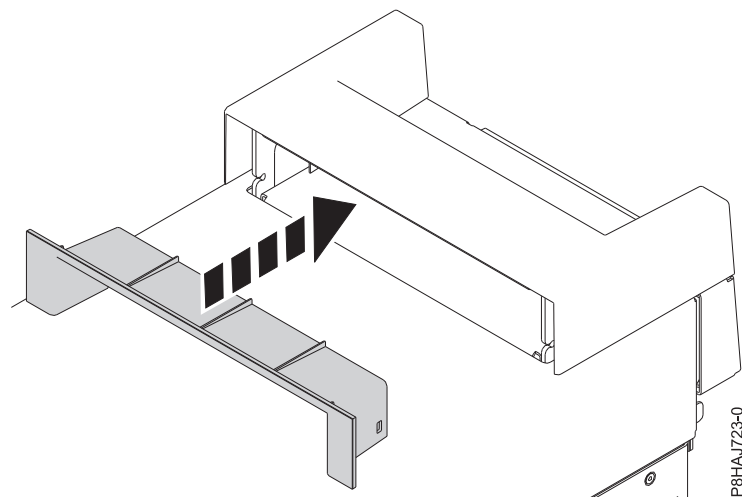

Figura 39. Inserir a peça na tampa da pega num sistema autónomo 8286-41A
2. Insira a peça na tampa da pega ao a empurrar firmemente para a tampa da pega conforme apresentado na Figura 39.